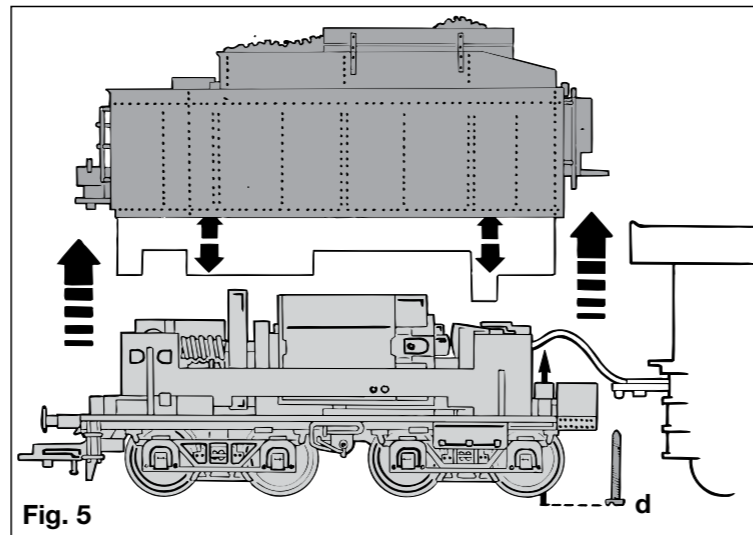

Fig. 5
**Lampenwechsel im Tender:** Schraube **d** lösen. Gehäuse seitlich aufspreizen und nach oben abziehen. Beschwerung entfernen (Fig. 5). Kontaktplatte **P2** aus Halterung nehmen. Glühlampe aus der Aufnahme im Fahrgestell nehmen. Ersatzlampe einsetzen. Kontaktplatte **P2** wieder einsetzen und auf sichere Kontaktgabe achten (Fig. 6).
**Changing the bulb in the tender:** Undo screw **d**. Prise open the sides of the body and lift off upwards. Remove the lead weight (fig. 5). Remove the contact plate **P2** from its holder. Take the bulb out of its socket. Insert the spare bulb. Replace contact plate **P2**, and make sure that it makes contact correctly (fig. 6).
**Remplacement de la lampe au tender :** Retirer la vis **d**. Ecarter latéralment la carrosserie et retirer vers le haut. Enlever le lest (fig. 5).